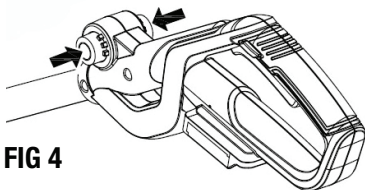

FIG 4
1. Appuyez sur deux boutons avec les doigts et maintenez-les enfoncés comme indiqué à la Fig. 4.